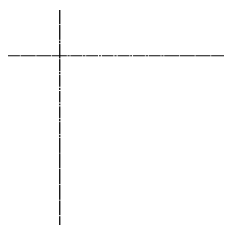

图 5-85 绘制定位中心线
- (1) 单击“默认”选项卡“图层”面板中的“图层特性”按钮, 打开“图层特性管理器”选项板, 单击其中的“新建图层”按钮, 新建两个图层: “轮廓线”图层, 线宽为 0.3 mm, 其余属性默认; “中心线”图层, 颜色设为红色, 线型加载为 CENTER, 其余属性默认。
- (2) 将“中心线”图层设置为当前图层。利用“直线”命令绘制两条相互垂直的定位中心线, 绘制结果如图 5-85 所示。